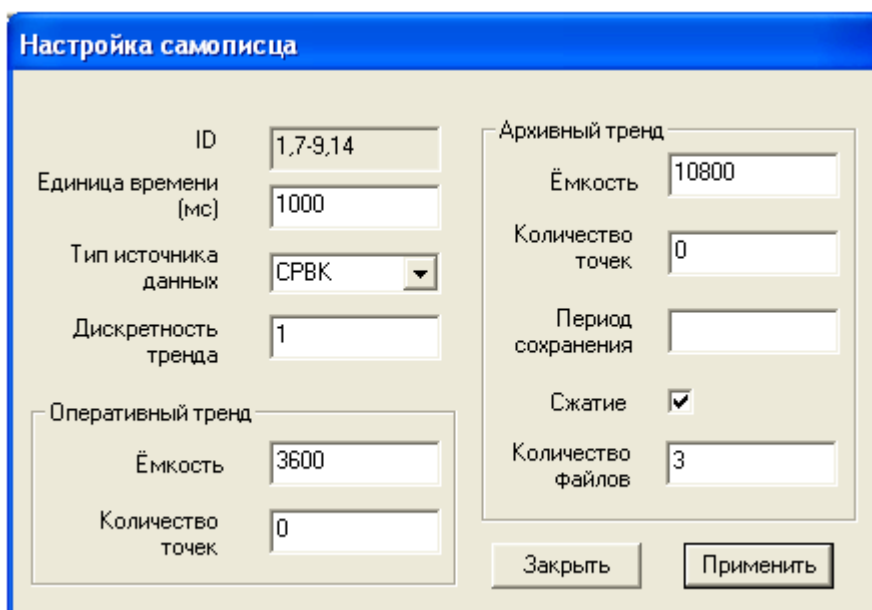

Рисунок 2.14 – Диалоговое окно «Настройка самописца»
- 3 В окне «Настройка самописца» (рисунок 2.14) задать необходимые значения параметров.